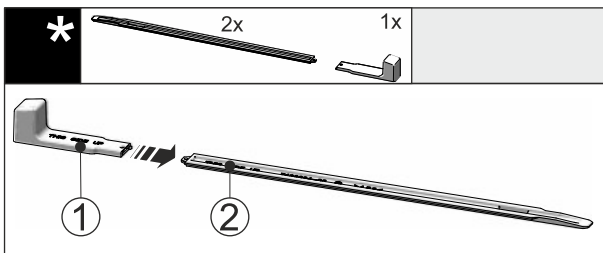

Fig. 54
▶ Montagegriff Fig. 54 (1) an die Nivellierschiene Fig. 54 (2) stecken.